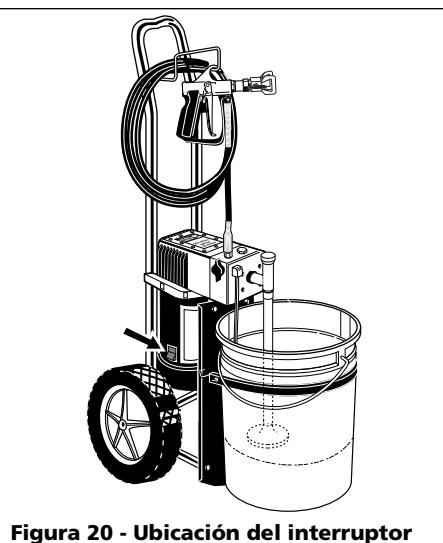

Figura 20 - Ubicación del interruptor
3. Coloque el interruptor en ON (Vea la Figura 20).